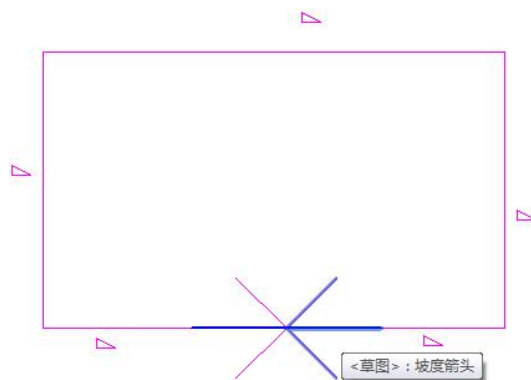

图 7-30 坡度箭头
- 6) 再次单击“坡度箭头”, 设置“头高度偏移值”, 并从老虎窗线段的另一端到中点绘制第二个坡度箭头 (图 7-30)。